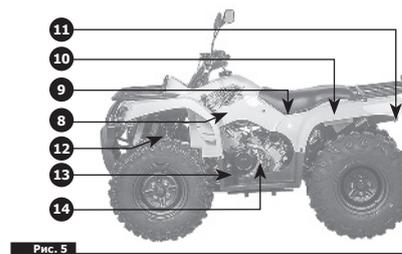

Рис. 5
4.1.2 Вид с правой стороны Рис. 5